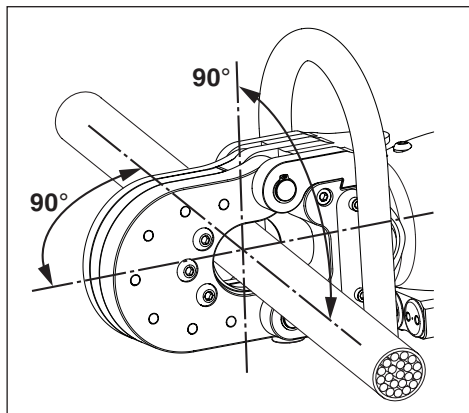

Figura 9, Posizionamento del materiale nella testa di taglio
Posizionare il materiale da tagliare tra le lame dei tagliabarre in maniera tale che risulti perpendicolare all'asse dello stelo, come illustrato nella figura 9. Questo assicurerà un taglio di massima qualità, ponendo al contempo il minor carico possibile sui tagliabarre.
4. Sistemare il materiale da tagliare tra la lama fissa e quella mobile. Verificare che sia perpendicolare all'asse dello stelo, come illustrato nella figura 9. Per maggiori informazioni, fare riferimento alle istruzioni contenute nella sezione 9.5.